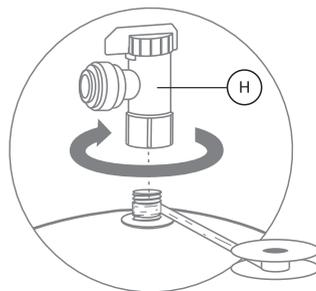

Рис. 20
4. Уплотните фум-лентой резьбовой штуцер накопительного бака, плотно накрутите вентиль (Н) на резьбовой штуцер (рис. 20). Данный вентиль с цанговым подключением трубки.